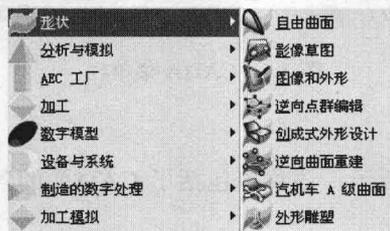

图 1.10 “形状”子菜单
- “形状”模块，如图 1.10 所示，该模块提供了曲面设计等曲面相关单元，包括“自由曲面”、“逆向点群编辑”和“创成式外形设计”等。